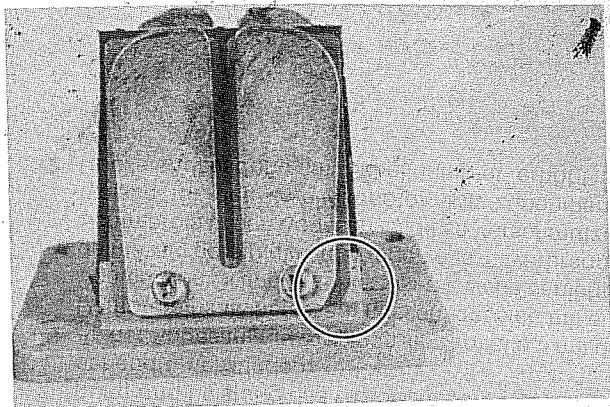

Bild 84
- Während des Zusammenbaus ist auf die Abschrägung an der unteren Kante des Zungenventils und der Anschlagplatte zu achten (Bild 84). Diese Abschrägung für den richtigen Einbau des Zungenventils verwenden.